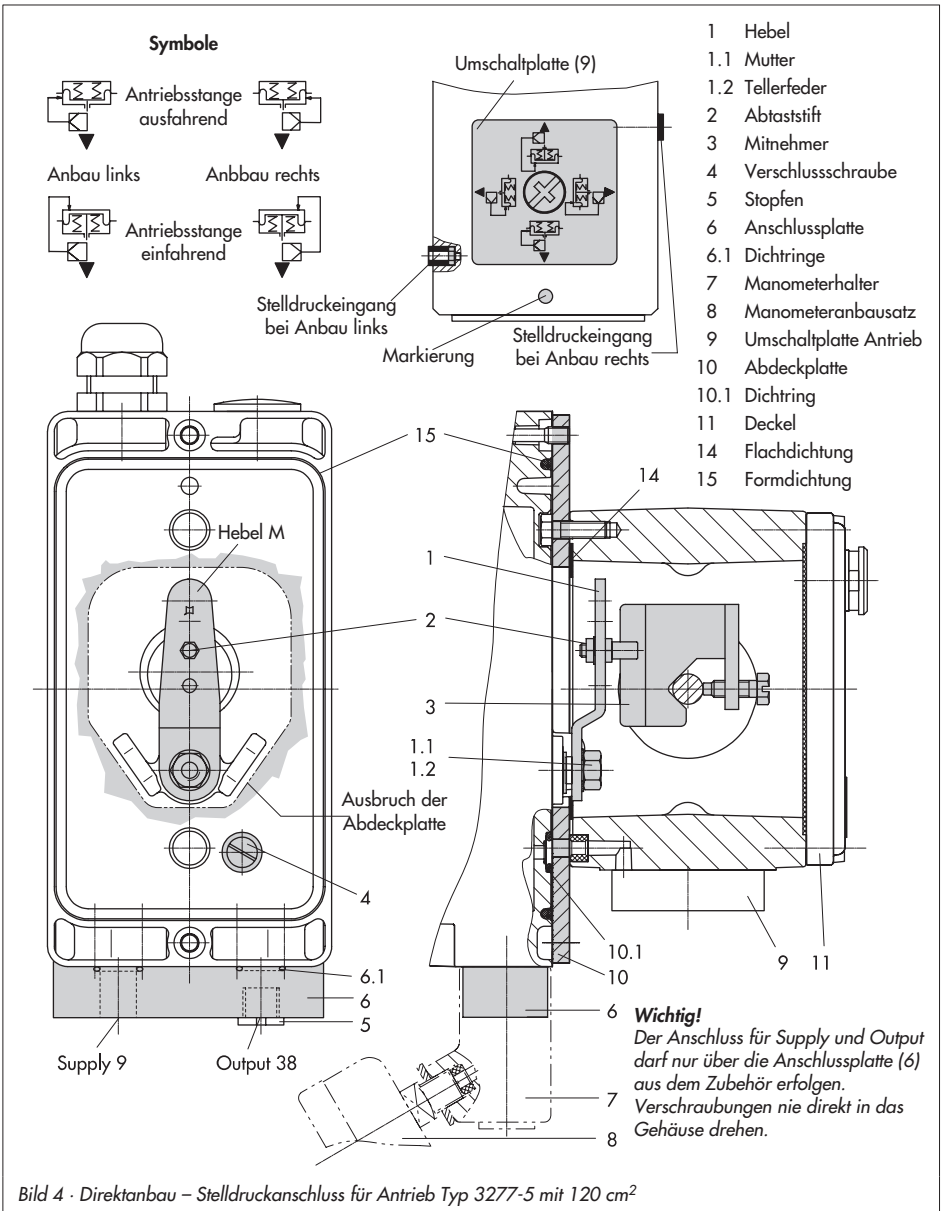

Bild 4 · Direktanbau – Stelldruckanschluss für Antrieb Typ 3277-5 mit 120 cm²
1. Anschlussplatte (6) oder Manometerhalter (7) mit Manometern am Stellungsregler montieren, auf richtigen Sitz der beiden Dichtringe (6.1) achten.
2. Verschlusschraube (4) auf der Stellungsreglerrückseite entfernen und den Stelldruckausgang „Output 38“ an der Anschlussplatte (6) bzw. am Manometerhalter (7) mit dem Stopfen (5) aus dem Zubehör verschließen.
3. Mitnehmer (3) an die Antriebsstange setzen, ausrichten und so festschrauben, dass die Befestigungsschraube in der Nut der Antriebsstange sitzt.
4. Abdeckplatte (10) mit schmaler Seite des Ausbruchs (Bild 4 links) in Richtung zum Stelldruckanschluss befestigen, die aufgeklebte Flachdichtung (14) muss zum Antriebsjoch zeigen.
5. **Hub 15 mm:** Am Hebel **M** (1) auf der Stellungsreglerrückseite verbleibt der Abtaststift (2) auf Stiftposition **35** (Lieferzustand).